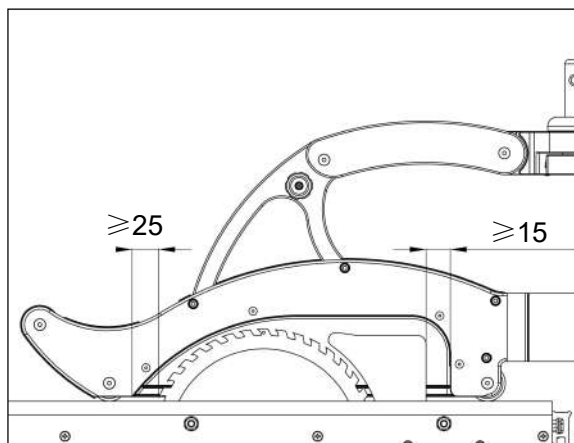

Abb. 16
Aus Sicherheitsgründen muss die Position der Schutzvorrichtung zum Sägeblatt den in **Abb. 16** und **Abb. 17** dargestellten Anforderungen entsprechen. Bei ausgeschalteter Tischsäge und vom Stromnetz getrenntem Gerät das Sägeblatt vollständig anheben und überprüfen, ob die folgenden Anforderungen erfüllt sind:
4. Der Mindestabstand zwischen der Zahnschneidkante und der vorderen Innenkrümmung des Schutzgehäuses beträgt mindestens 25 mm (**siehe Abb. 16**).
5. Der Mindestabstand zwischen der Rückseite des Spaltkeils und der hinteren Innenkrümmung des Schutzgehäuses beträgt mindestens 15 mm (**siehe Abb. 16**).
Die folgenden Achsenanpassungen müssen vorgenommen werden, um sicherzustellen, dass die Schutzvorrichtung so positioniert ist, dass sie die in **Abschnitt 5.2** festgelegten und in **Abb. 16** und **Abb. 17** dargestellten Anforderungen erfüllt.